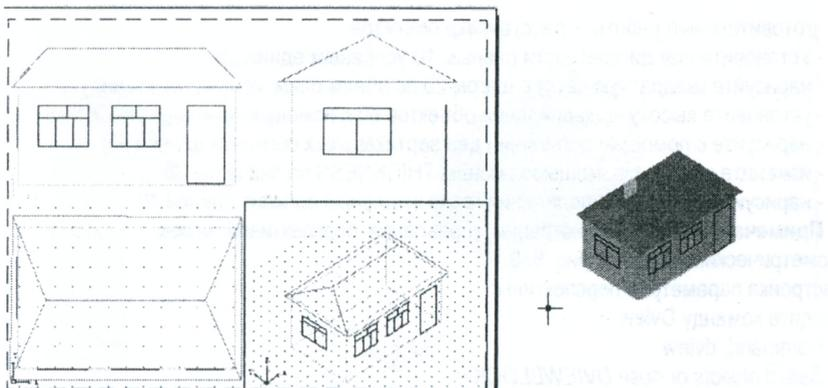

Рис. 9.9. Визуализация рисунка
5. Создайте пользовательскую систему координат для трехмерной визуализации объекта, представленного на рис. 9.9. Доработайте рис. 5.12 лаб. работы № 5, а именно постройте для дома крышу с помощью многогранной сети (см. лаб. работу № 10):